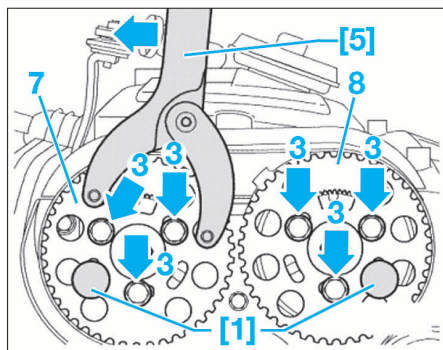

FIG. 23
- [5]. Outil de tension de la roue dentée d'arbre à cames (ref. T10172) (Fig.23).
- À l'aide de l'outil [5], précontraindre la courroie et serrer les vis (3) (Fig.23).
- Remettre en place l'outil [1] dans le pignon d'arbre à cames d'échappement (7) en terminant la rotation du vilebrequin.
- à l'aide de l'outil [5], précontraindre la courroie et serrer les vis (3) (Fig.23).